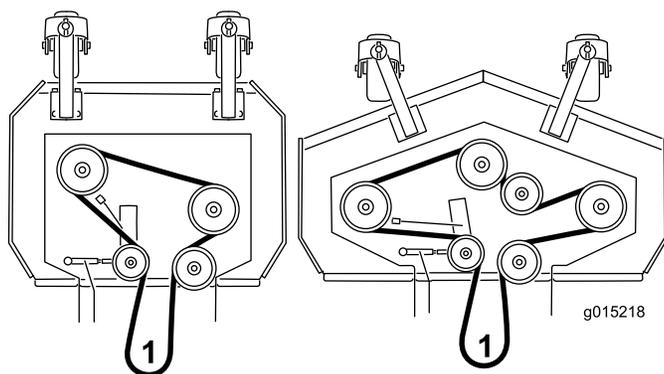

Figura 5
6. Controllate la disposizione della cinghia di trasmissione del piatto di taglio (Figura 5); fate riferimento alla sezione Regolazione della tensione della cinghia del tosaerba nel *Manuale dell'operatore* per regolare la cinghia di trasmissione del piatto di taglio.